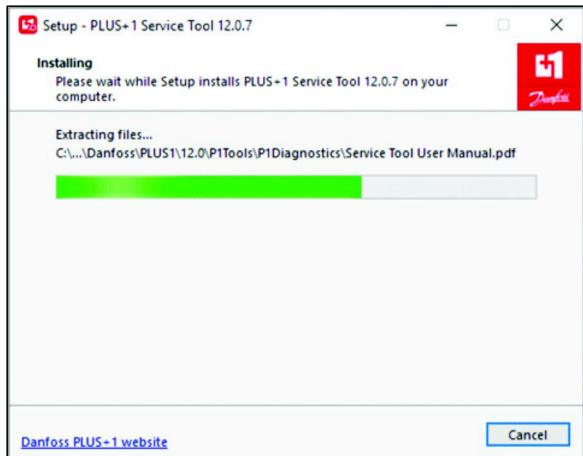

図 27
**注** 進行状況ダイアログ ボックス (図 27) が表示される。